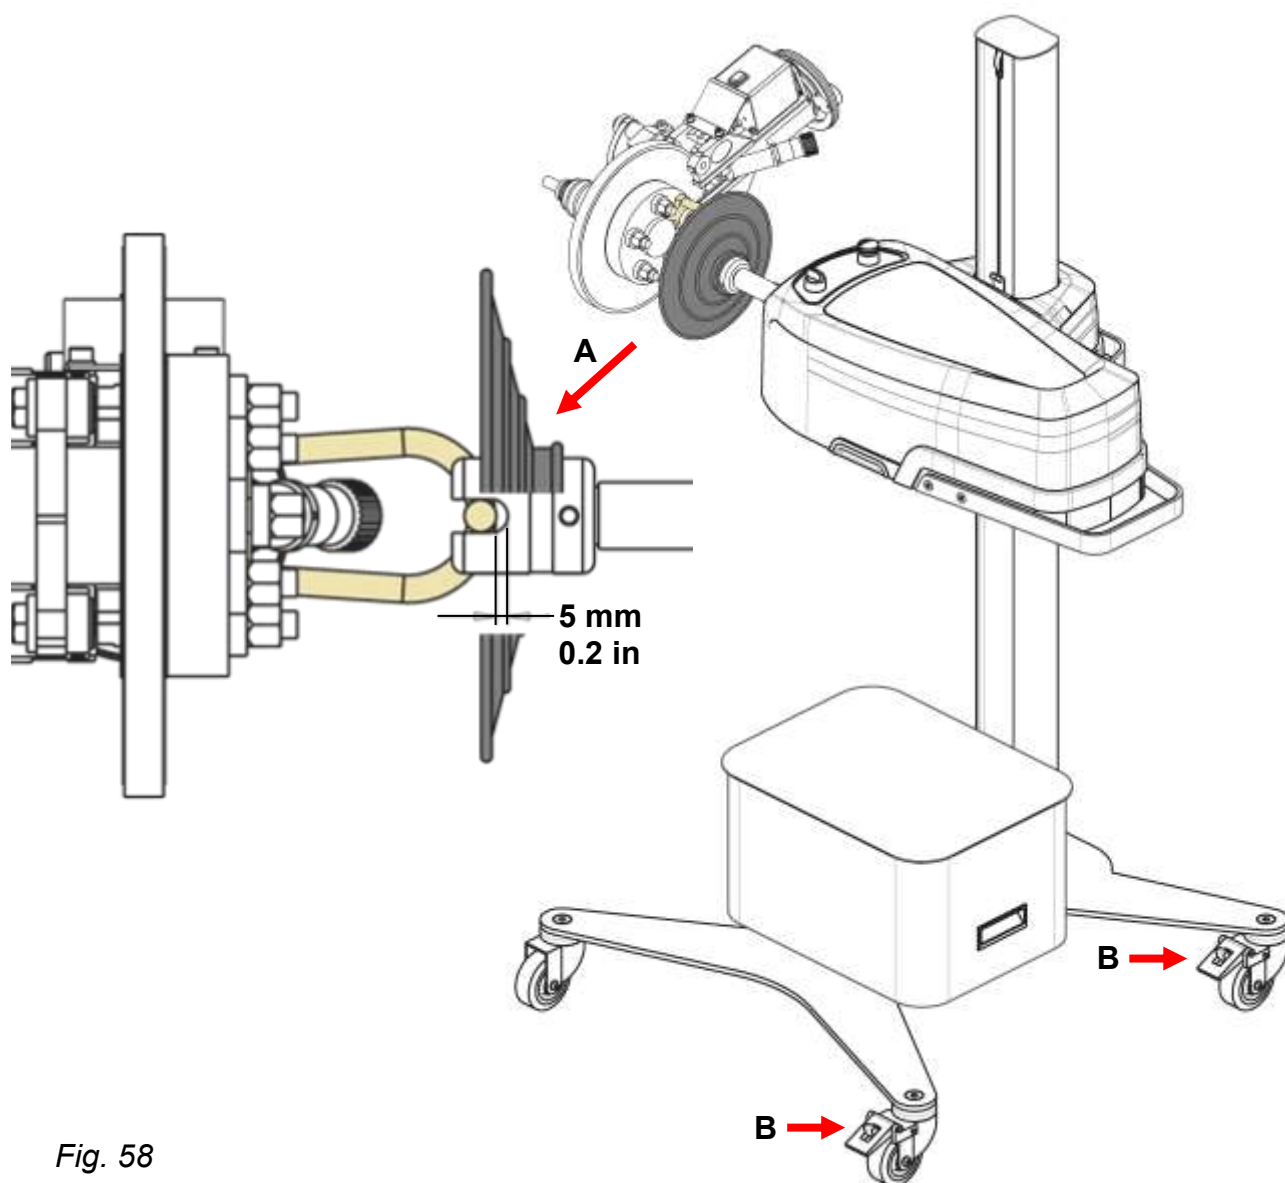

Fig. 58
4. Spingere l'innesto sopra la piastra di trascinamento di modo che lo spazio tra le due parti sia di 5 mm (0.2 inch), fig. 58 A. L'innesto deve essere allineato al centro del mozzo.
5. Ruote posteriori del supporto: bloccare il freno, fig. 58 B.